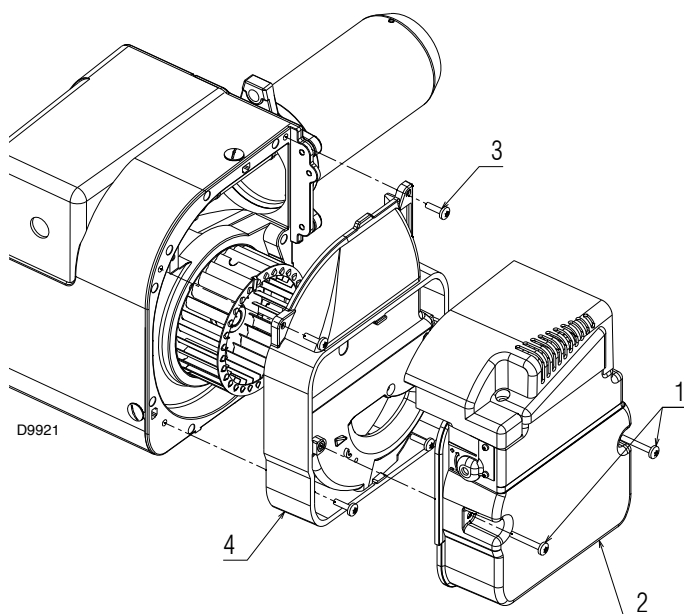

Fig. 22
- afloje los tornillos 1)(Fig. 22) y retire el conjunto de registro de aire 2);